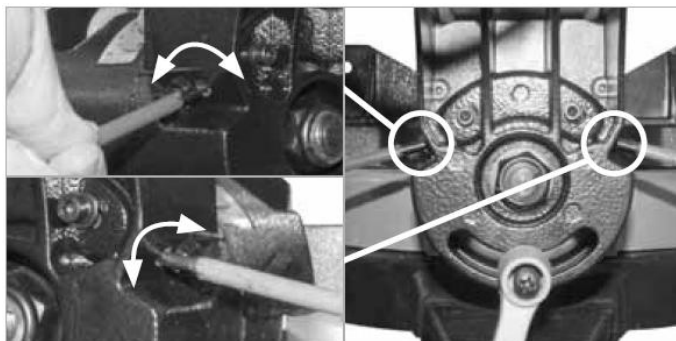

Fig. 14
7. Используйте две отвертки, установленные в головки винтов, регулирующих положение наклона справа (RH) и слева (LH) (Fig.14)
12. Когда достигнете точного положения, зафиксируйте регулировочные винты двумя стопорными винтами сзади. (Fig.14)